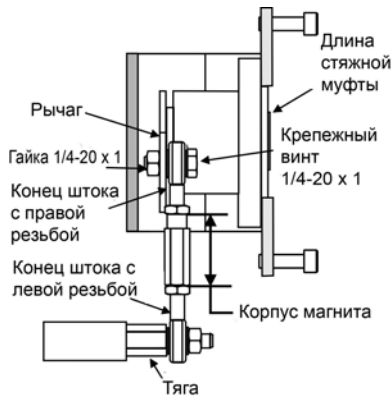

Рисунок 8 Рычажный механизм двустороннего клапана
4. Привинтите тягу к соединителю штока привода. См. Рисунок 8. Убедитесь, что указатель хода, расположенный на муфте, располагается правильно.
10. Наверните стяжную муфту на конец штока с левой резьбой. См. Рисунок 8.